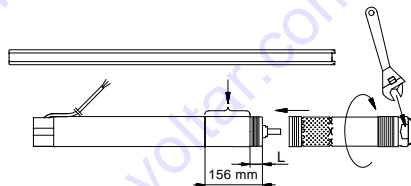

Fig. 6
1. Colocar o motor horizontalmente num torno de bancada e apertá-lo, conforme mostrado na fig. 6.
Atenção: O veio da bomba deve encaixar no veio do motor. Pode ser usada uma chave inglesa nas faces de aperto do conjunto da bomba, ver fig. 6.